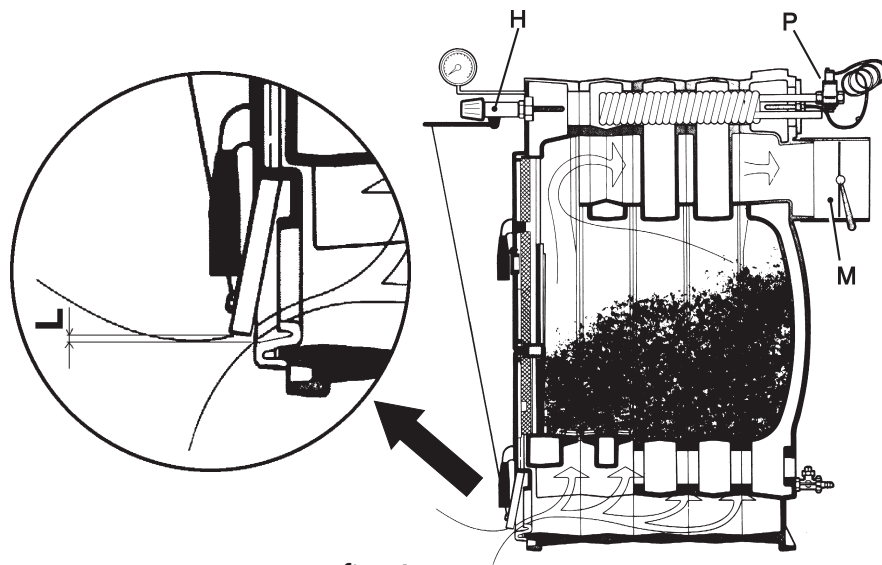

fig. 4
5. Regolare la vite di registro del portello di presa aria in modo che con portello in appoggio rimanga in ogni caso un passaggio aria di circa 1 - 2 mm massimo. Con caldaia fredda, posizionare il termostato di regolazione a 60°. Agganciare la catenella all'apposito occhiello del portello di presa aria, regolandone la lunghezza in modo che il passaggio d'aria "L" (fig.4) sia circa 15 mm per "coke III" e 2 mm per "legno".
- 1 Rimuovere la catena e l'armatura del regolatore termostatico "H" (vedi fig. 4)